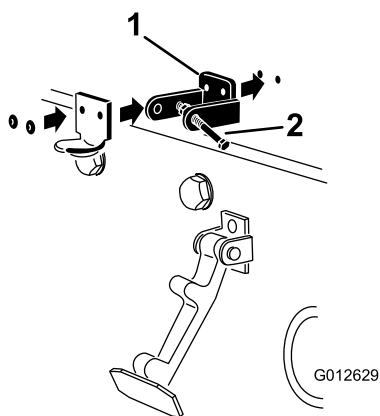

**Figura 32**
- Îndepărtați cele 2 nituri care fixează suportul clichetului capotei pe capotă (Figura 32). Îndepărtați suportul clichetului capotei de pe capotă.